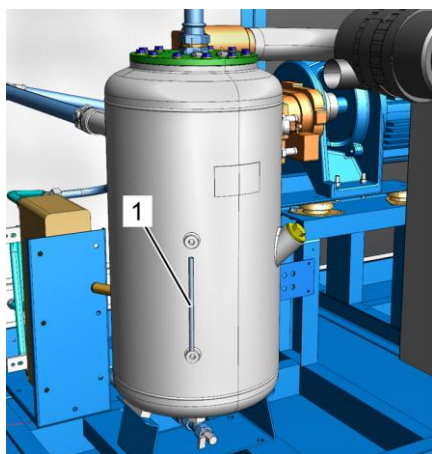

Рис. 36: Проверка указателя уровня воды
7. Проверьте уровень воды по указателю уровня воды (Рис. 36/1) и при необходимости долейте воду, как описано в ☞ Глава 8.4.2 «Проверка уровня воды / доливка воды» на странице 132.